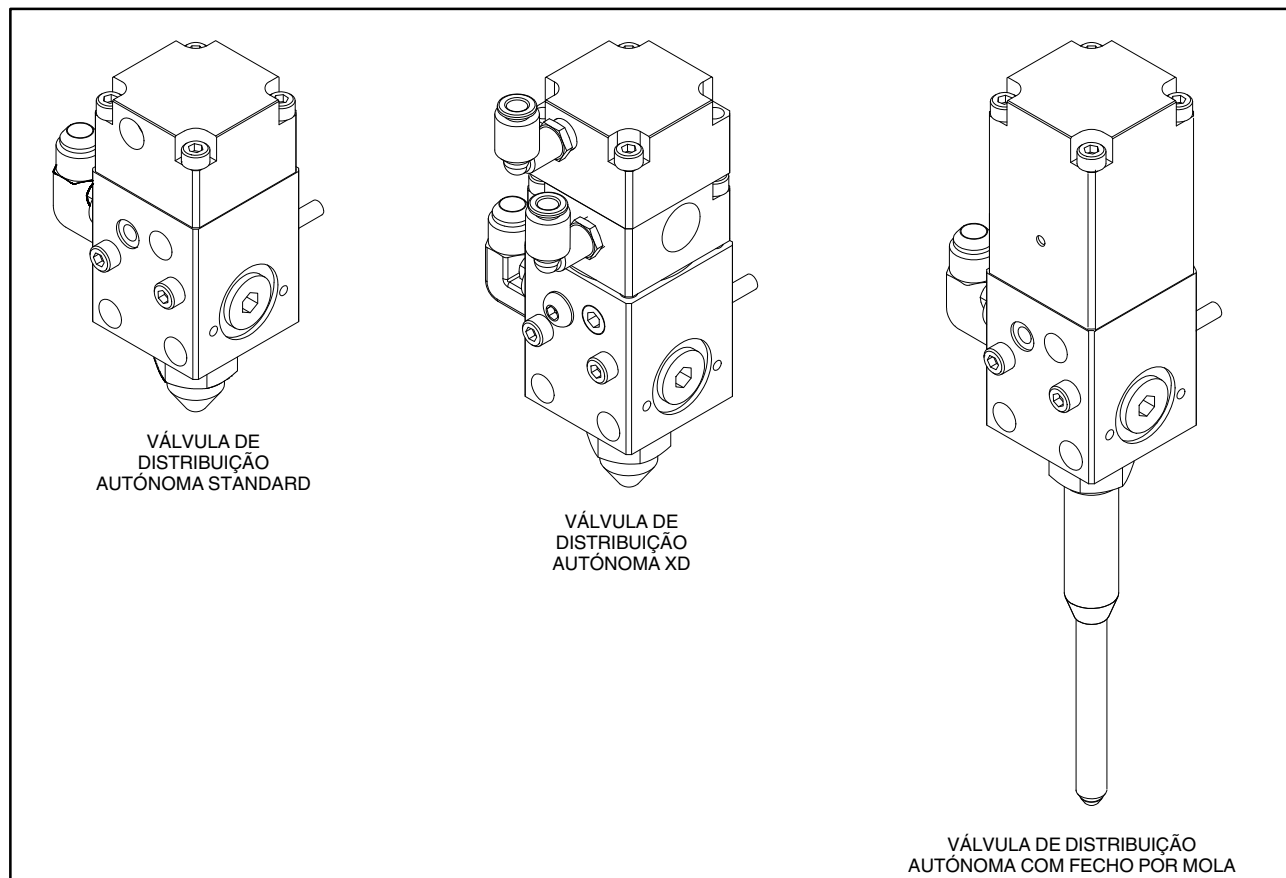

Figura 1 Válvulas de distribuição de cavidade zero Auto-Flo II típicas
Consulte a figura 1. A válvula de distribuição de cavidade zero Auto-Flo II é utilizada numa variedade de aplicações para aplicar colas, vedantes e outros materiais. A válvula, feita de alumínio, tem peso ligeiro e é versátil.
Consulte a figura 1. Quando se abastece ar à entrada de ar para abrir a válvula (5), o êmbolo é empurrado para cima, puxando a haste do êmbolo (3) e desencostando-a da sede (4). O material escoá-se para dentro da entrada de material (2) e para fora do bico.